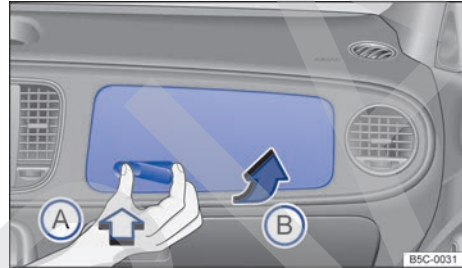

Fig. 91 En el lado del acompañante: abrir la guantera superior.
- Para *abrir* la guantera, presione sobre la cavidad de la manilla → fig. 91 (flecha A). A continuación abra la tapa de la guantera tirando hacia arriba de la manilla que sobresale → fig. 91 (flecha B).